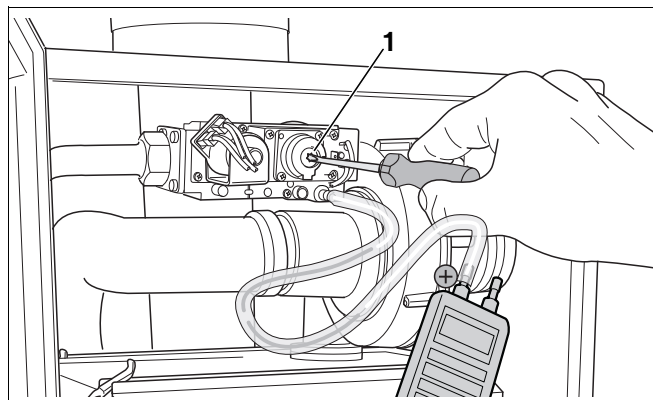

Fig. 68 Regolare il rapporto gas/aria
- Regolare l'eventuale deviazione del rapporto gas/aria, agendo sulla vite di regolazione (Torx 40 H) (fig. 68, pos. 1). La vite di regolazione è ubicata dietro la vite di copertura (Torx 40 H).